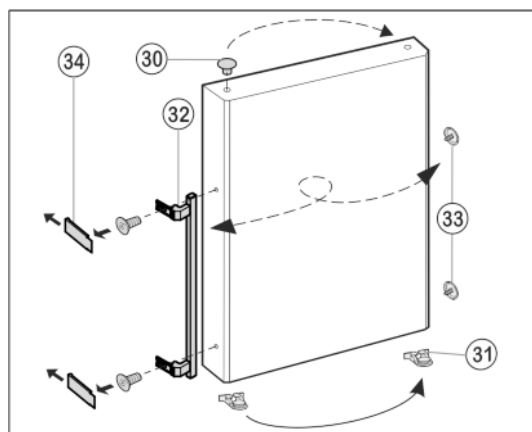

Fig. 12
- ▶ Haal *Fig. 12 (30)* de stop uit de deurlagerbus en plaats hem om.
- ▶ Demonteer deurgreep *Fig. 12 (32)*, stop *Fig. 12 (33)* en drukplaten* *Fig. 12 (34)* en monteer ze aan de tegenoverliggende kant.